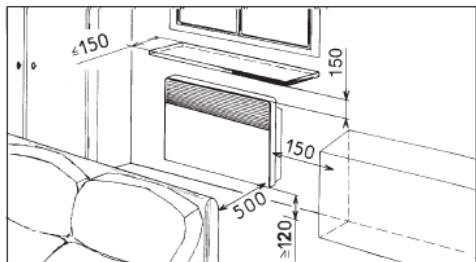

Рис.1
- При установке конвектора в комнате следуйте предписаниям Рис. 1.